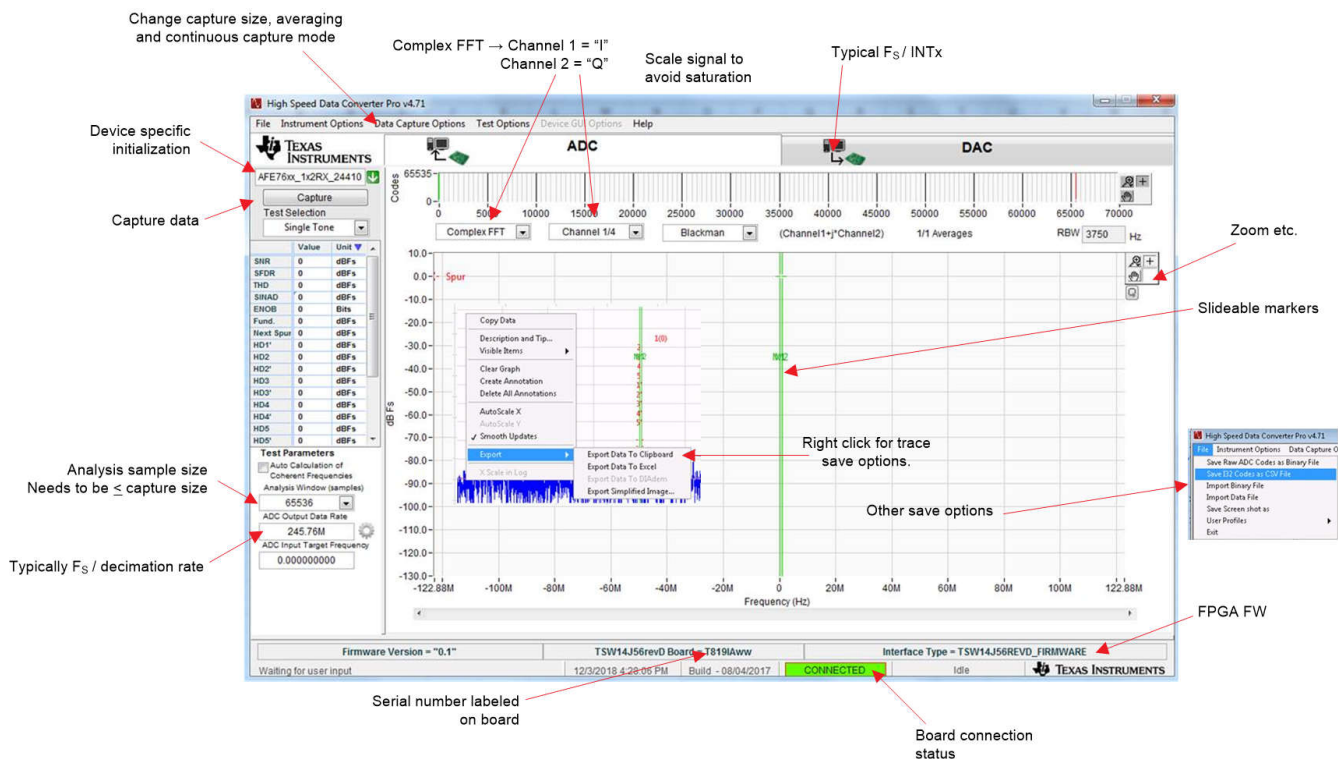

图 4-14. HSDC PRO “ADC” 选项卡概览
1. 点击 HSDC PRO ADC 选项卡。图 4-14 简单介绍了“ADC”选项卡。